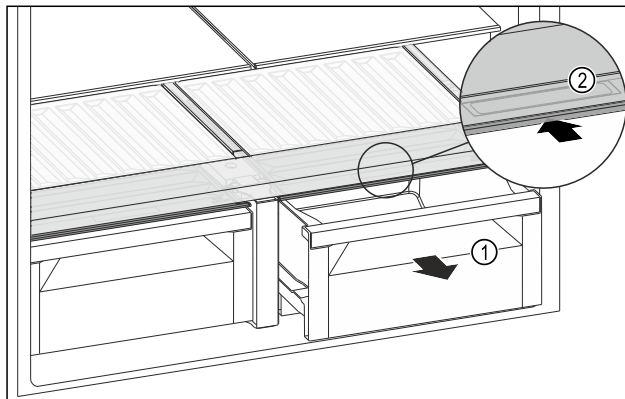

Fig. 133
- ▶ Izvlecite predal Fig. 133 (1).
- ▶ Primite prijemalno vdolbino Fig. 133 (2) na pokrovu predala in pokrov predala istočasno potisnite nazaj.